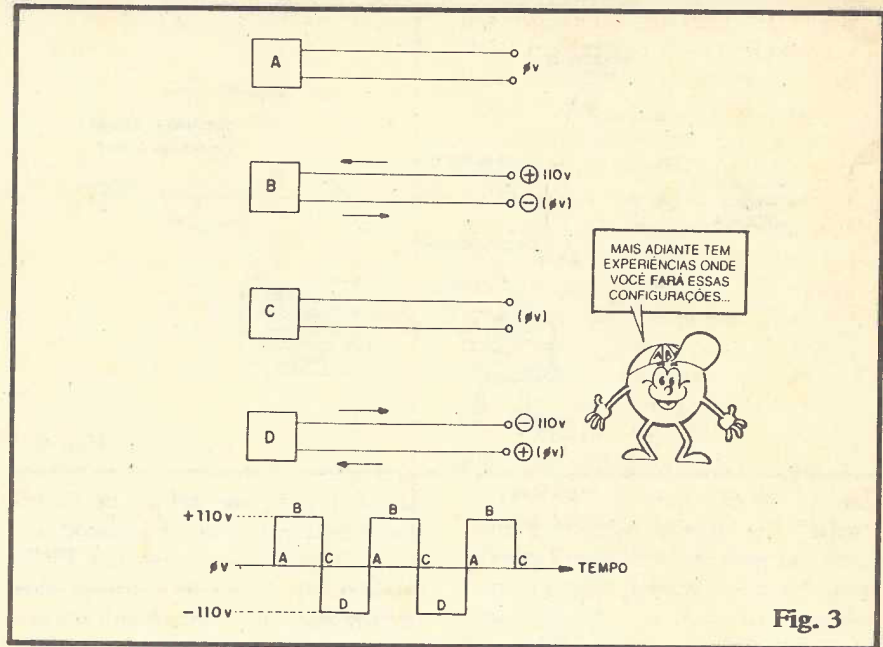
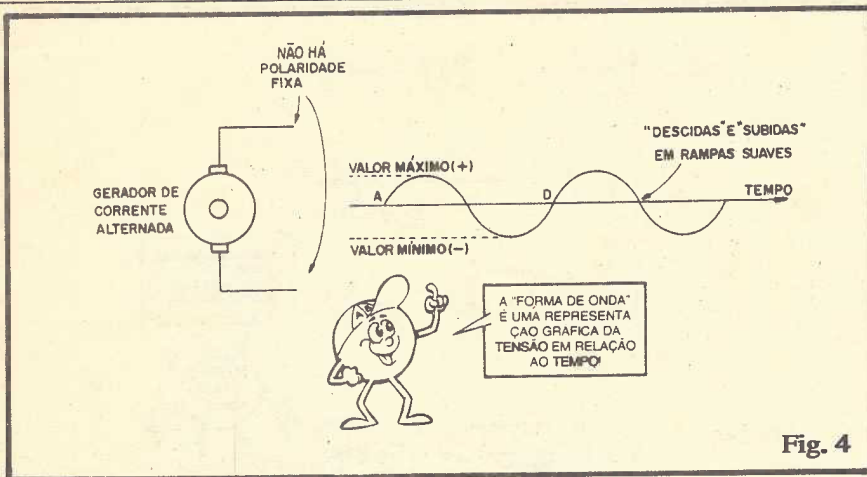

Fig. 3
Fig. 4
Entretanto, essa (Corrente Contínua) não é a única forma de se fornecer corrente a um circuito! A energia elétrica também pode se fazer presente na forma de CORRENTE ALTERNADA, ou seja: fornecida por um gerador ou fonte cuja polaridade se **inverte** ou se **alterna** num ritmo constante! Vamos analisar o “comportamento” de uma fonte de CORRENTE ALTERNADA, a partir da fig. 3:
- FIG. 3 - Em princípio, a “caixa” mostrada na figura, não difere muito de uma pilha: é uma fonte de corrente elétrica, dotada de dois polos ou terminais de saída... No entanto, essa “caixa” da fig. 3 apresenta uma característica que a difere de uma pilha: ao longo do TEMPO, a polaridade dos seus terminais se modifica, se inverte ou alterna, constantemente, dentro de um “ritmo”! As letras A,B,C e D indicam a cronologia dos eventos, ou seja: acontece primeiro a condição A, depois a condição B, em seguida a condição C e assim por diante... Analisemos essa sequência de eventos:
- Imaginem que essa sequência de eventos se repita indefinidamente, com as condições D dando lugar novamente à condição A, depois B, depois C, e assim por diante... Podemos, para visualizar a sequência com mais facilidade, colocar essas situações num gráfico (em eletrônica chamamos tais gráficos de “forma de onda”...), no qual o eixo horizontal corresponde ao TEMPO (progredindo da esquerda para a direita), enquanto que o eixo vertical indica a TENSÃO (“indo” para o POSITIVO quando sobe, e “indo” para o NEGATIVO quando desce...). Observem, ao longo do TEMPO, as letras A,B,C e D, indicando cada situação momentânea, conforme já mostrado nas figuras anteriores... A tensão presente nos terminais da nossa “caixa”, inicialmente em 0 volt (A), vai a + 110V (em B), depois “volta” a 0V (em C), “desce” a -110V (em D), retorna a “zero” (em A), e assim indefinidamente... Basta uma simples análise visual ao gráfico, para termos uma boa idéia de como se “comporta” uma CORRENTE ALTERNADA, no caso com forma de onda “QUADRADA”.
considerar os dois “furinhos” da tomada como os dois polos da nossa “caixa”, o comportamento (polaridade) será muito parecido com o ilustrado na fig. 3, ou seja: o POSITIVO e o NEGATIVO se alternam, constantemente, dentro de um ritmo determinado (no caso, 60 vezes por segundo, o que se diz, tecnicamente, numa frequência de 60 Hertz). Tem, porém, uma importante diferença entre o gráfico da fig. 3 e a C.A. (Corrente Alternada) presente af na tomada: a FORMA de onda!
- FIG. 4 - Pelas especiais características dos geradores da Cia. de Eletricidade (que estão lá nas usinas hidroelétricas ou termoelétricas...) a alternância da polaridade não se dá (na C.A. domiciliar...) de forma brusca e instantânea (não “vai” de zero a positivo ou de zero a negativo em “tempo zero”, como sugere o gráfico no fim da fig. 3...). Na verdade, a transição de polaridade e de “voltagem” ocorre, na C.A. domiciliar, de forma relativamente “suave”, com suas “subidas” e “descidas” na forma de “rampas”... Sua representação gráfica (fig. 4) parece uma sequência formada por letras “S” deitadas, numa configuração que, em matemática e geometria, chamamos de SENÓIDE (daí o nome de “SENOIDAL” dado à forma de onda da C.A. domici-
liar...). Notar que a TENSÃO “sobe” de forma relativamente lenta, do zero até um “pico” **positivo**, descendo depois, também em relativa lentidão, em direção ao zero, prosseguindo essa “descida”, ainda em rampa suave, até um “pico” **negativo** (ou “vale”, como dizem os técnicos...), do qual novamente sobe, na mesma configuração de rampa, até o zero, e assim por diante. À essa sequência de situações (do zero ao positivo, novamente ao zero, depois até o negativo, retornando ao zero...), dá-se o nome de **UM CICLO** (o que ocorre entre os pontos A e D do gráfico da fig. 4).